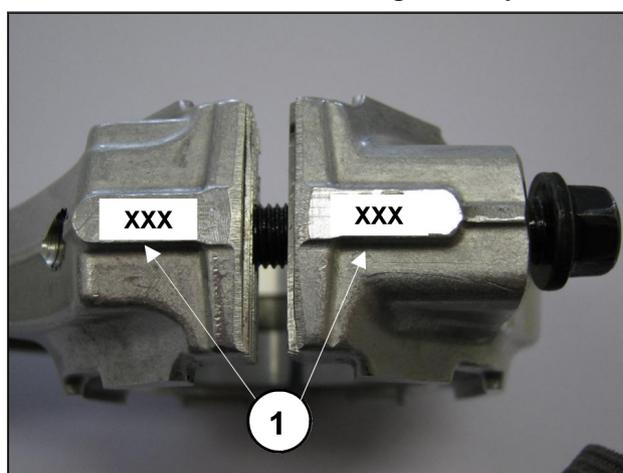

Fig. 9
- Accoupler les chapeaux de bielles aux corps respectifs en respectant la numérotation (Fig. 9, rep. ①).